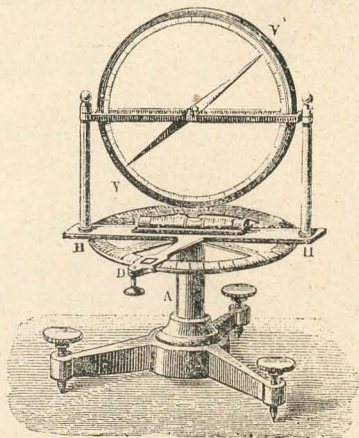

Fig. 200.—Brújula de inclinación.
*inclinación*, compuesta de una aguja imantada (fig. 200) móvil al rededor de un eje horizontal. Se coloca el apar-